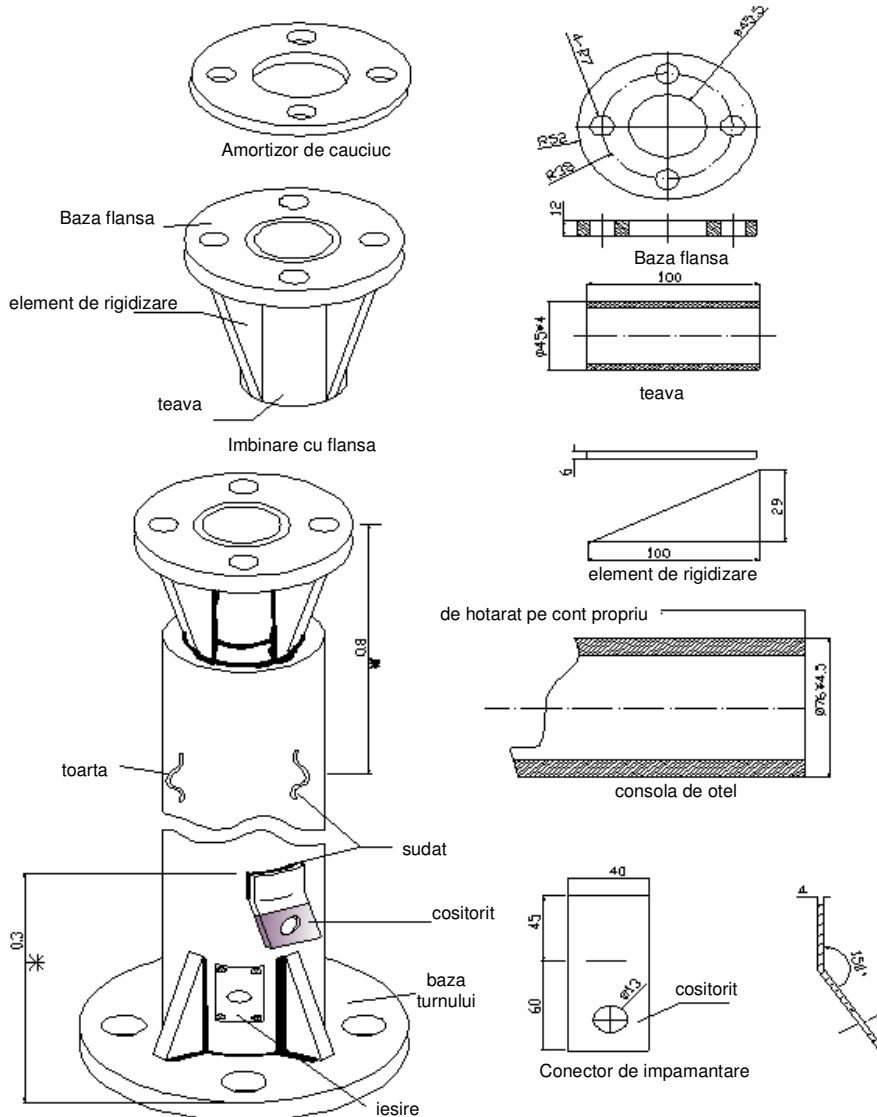

figura 2 Conexiune cu flansa a turbinei eoliene in partea de sus a turnului
4. Constructia si dimensiunea turnului superior sunt prezentate in figura 2. Cerintele sale: sudura solida; fara scurgeri in zona de sudura; borna conductorului de legare la pamant trebuie sudata la 20 cm de la sol (clar vizibila). Aceasta va fi conectata la dispozitivul de impamantare.